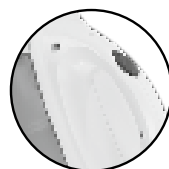

Bild 4: Strömbrytaren i av-läge
- Kontrollera att apparaten är avstängd (se bild 4) innan du laddar apparaten.